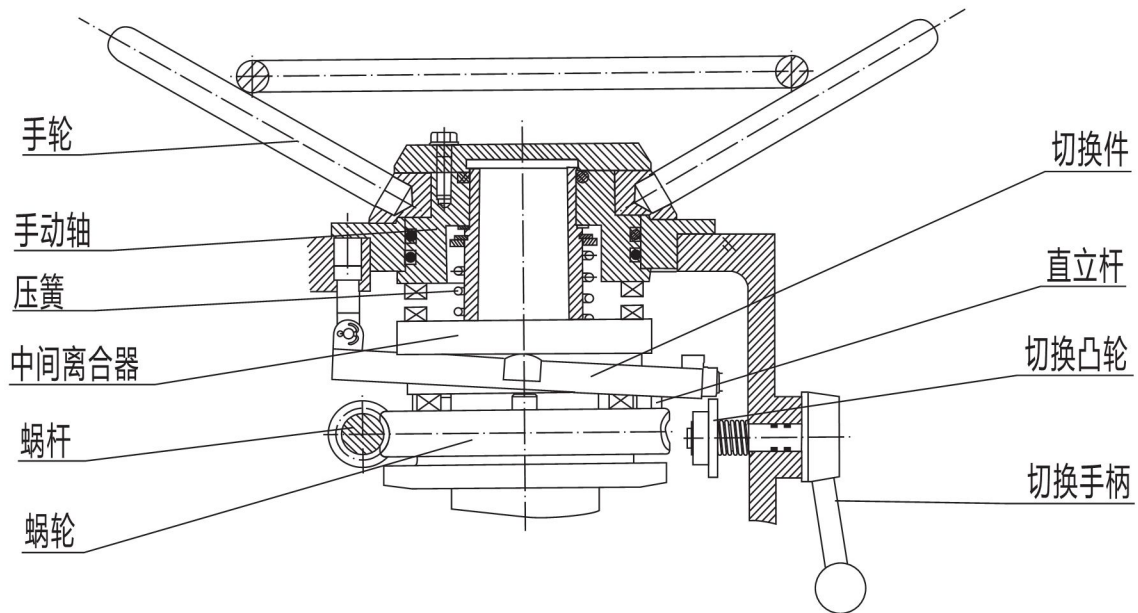

图9 手—电动切换机构
5.6 手—电动切换机构：为半自动切换，手动时需扳动手柄切换，手动状态转变为电动时则自动运行。其结构见图9。它由手柄、切换件、直立杆、离合器、压簧等组成。需手轮操作时，将手柄向手动方向推动，切换件使离合器抬高，并压迫压簧。当手柄推到一定位置时，离合器即脱离蜗轮而与手轮啮合，同时直立杆在扭簧作用下直立于蜗轮端面，支撑住离合器不致下落，切换完成即可放开手柄，使用手轮进行操作。